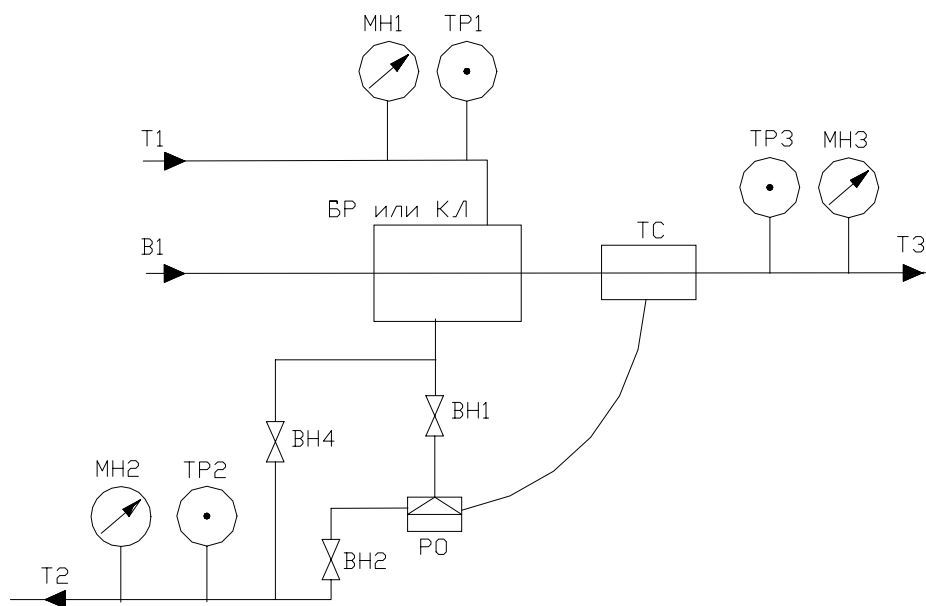

Рисунок 6
5.7.4. Рисунок 6. Вариант установки регулятора с разнесенным регулирующим органом и термосистемой – датчиком (РТВЖ Исп. 1). В системе закрытого водоснабжения они установлены на разных магистралях. Применен регулятор РТВЖ Исп.1. С увеличением температуры ГВС уменьшается расход горячей воды – теплоносителя, поступающего в водонагревательный бойлер или калорифер.